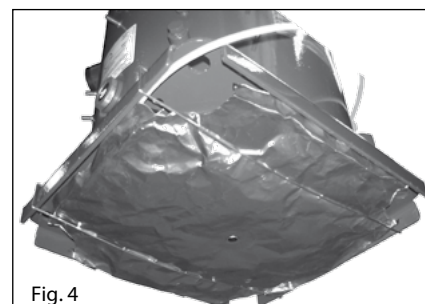

Fig. 4
- If a bottom insulation is included (Fig 4), install it under the baseplate and fasten with two pins.
- Si l'accessoire contient une housse inférieure (Fig 4), l'installer sous l'embase et la maintenir avec deux épingles.
- Se l'accessorio contiene un gancio (Fig 4), installarlo sotto la base con i due clips.